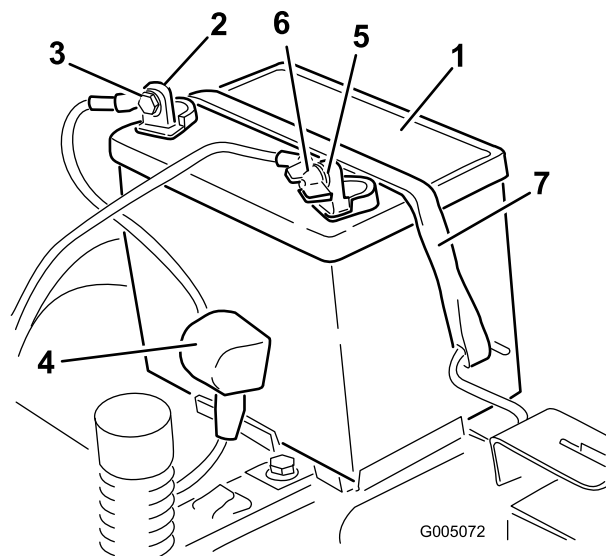

Figura 37
4. Desligue o cabo negativo (preto) do pólo da bateria (Figura 37).
6. Desligue o cabo positivo (vermelho) do pólo da bateria (Figura 37).
7. Retire o suporte da bateria (Figura 37) e levante a bateria para a retirar da respetiva plataforma.
1. Posicione a bateria no tabuleiro (Figura 37).
5. Prenda a bateria ao suporte (Figura 37).